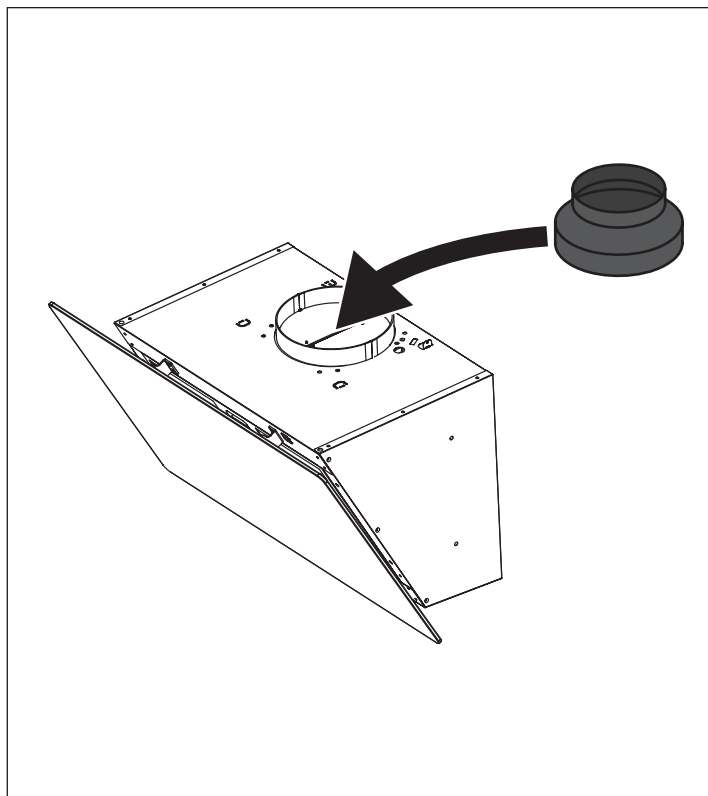

Рис. 6
5. При необходимости установите адаптер воздуховода 150/120 мм (Рис. 6).